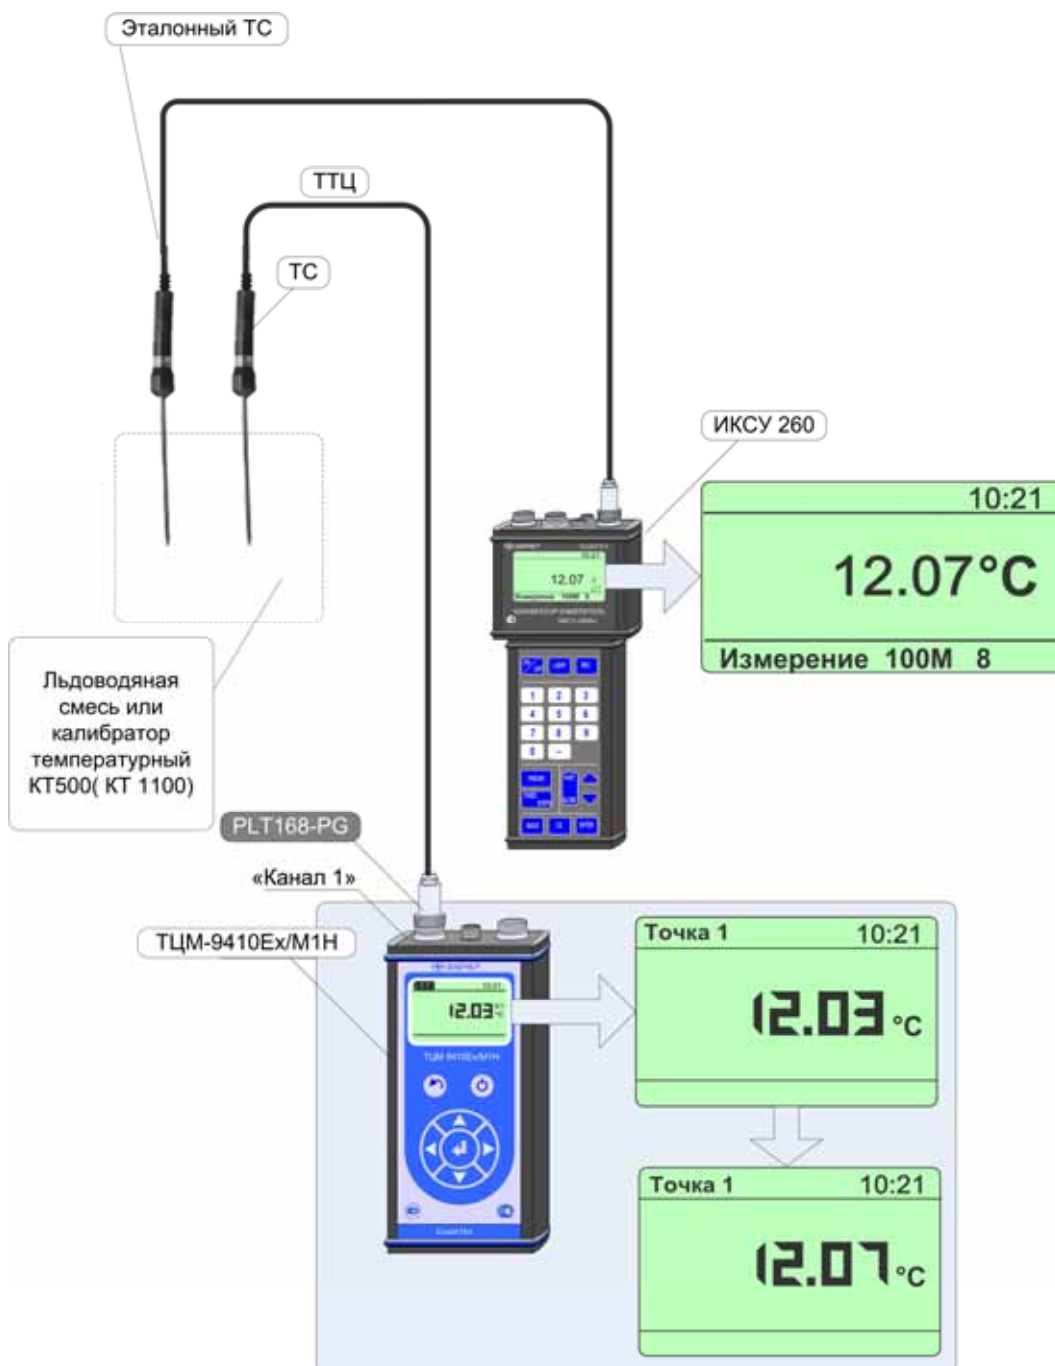

Рисунок 2.34
- подключить эталонный датчик к высокоточному измерительному блоку измерительному ТЦМ, например, к ИКСУ-260 (см. рисунок 2.34);